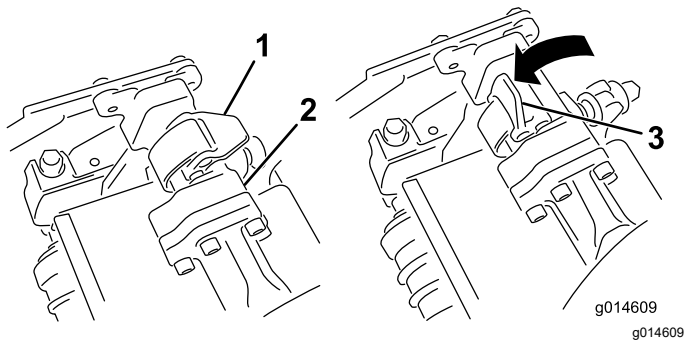

Figure 54
3. Les verrous de la barre de bras de suspension étant orientés en haut (c.-à-d. ouverts) (Figure 54), poussez le bras de suspension vers le bas pour que la barre s'engage sur la barre transversale au sommet de l'unité de coupe (Figure 55).
4. Fermez les verrous autour de la barre de l'unité de coupe et bloquez-les en place (Figure 54).
4. Ouvrez les verrous sur la barre du bras de suspension appartenant à l'unité de coupe que vous voulez déposer (Figure 54).